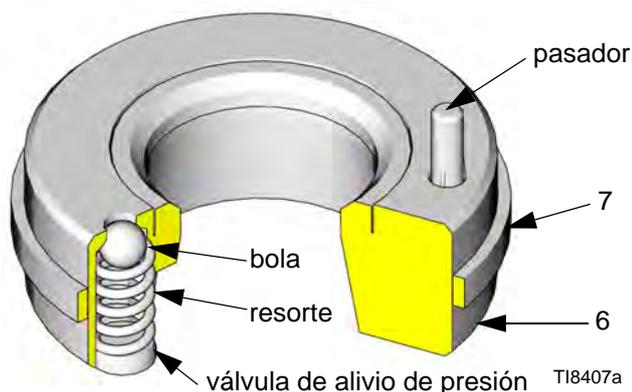

FIG. 7. Asiento de entrada con válvula de alivio de presión
2. Utilice el **texto moldeado en el alojamiento de entrada de fluido (15)** como guía para instalar el asiento de entrada de la válvula de alivio (6★). El pasador (vea la FIG. 7) del asiento debe apuntar hacia el alojamiento de entrada de fluido (15). Este pasador limita el posicionamiento del asiento (6★) y asegura que el orificio de ventilación no sea bloqueado por parte de la carcasa.